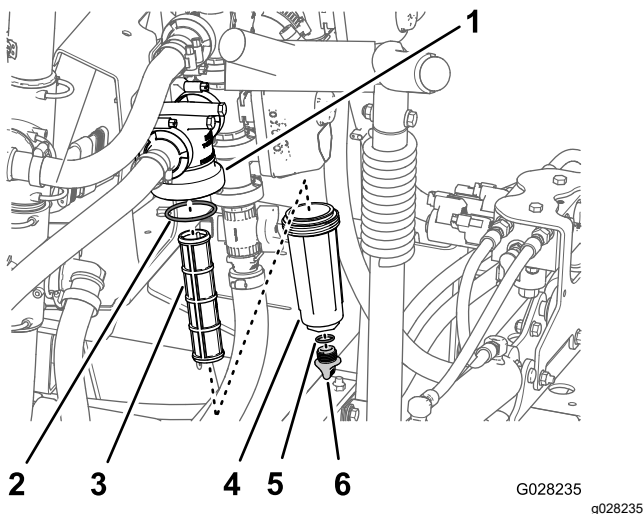

图 105
2. 在压力式滤清器下放置一个排放盘图 105。
3. 逆时针旋转排油塞然后将其从压力式滤清器的油碗中取出图 105。
4. 逆时针旋转油碗然后将其从滤清器头中拿出图 105。
5. 拆下旧压力式滤清器的滤芯图 105。
6. 检查排油塞的 O 形圈在油碗内侧和油碗的 O 形圈在滤清器头内侧是否有磨损和损坏图 105。
7. 将新的压力式滤清器滤芯安装到滤清器头中图 105。
8. 将油碗安装到滤头上并用手紧固图 105。
9. 将排油塞安装到油碗上并用手紧固图 105。